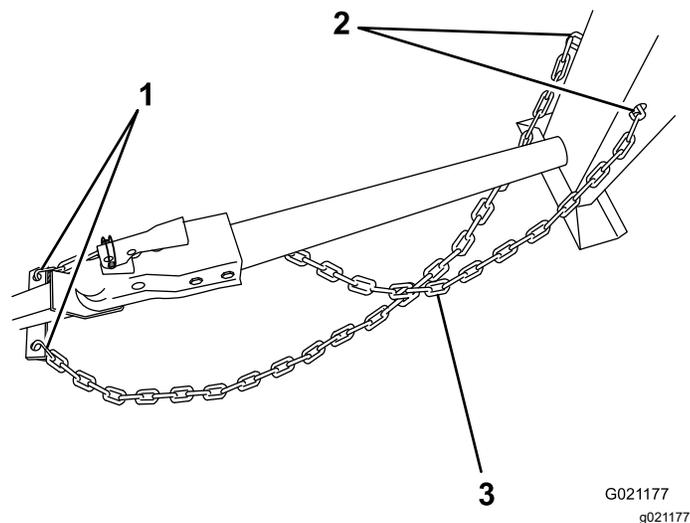
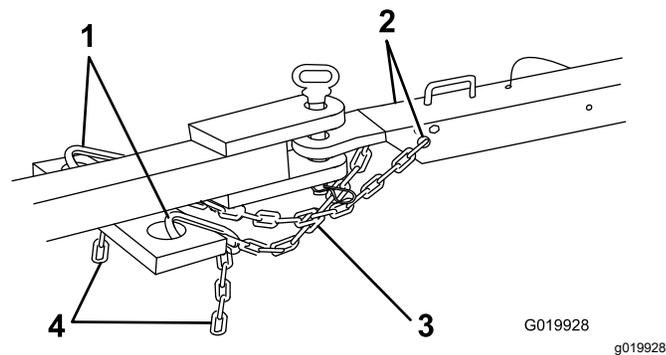

Figure 25
Figure 26
2. Croisez les deux bouts de chaîne **sous** la barre de remorquage (sous la flèche pour les modèles à déversement en bout). Pour les modèles à déversement latéral, voir Figure 25. Pour les modèles à déversement en bout, voir Figure 26.